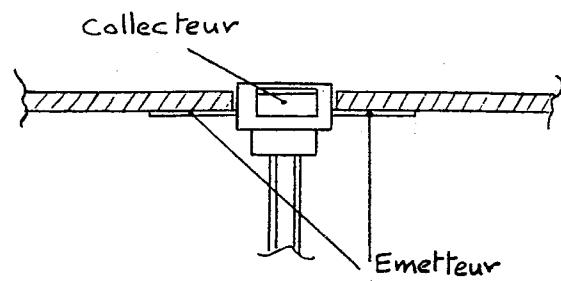

Figure 3
2) Pour le montage des transistors, seuls les bases et collecteurs doivent être pliés en escalier pour la soudure aux microstrips (voir figure 3).